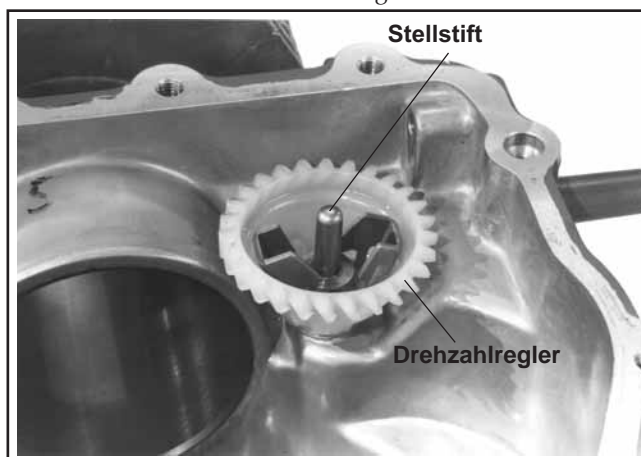

Abbildung 9-56. Ausbau des Drehzahlreglers.
4. Entfernen Sie gegebenenfalls den Drehzahlregler und den Stellstift. Siehe Abbildung 9-56.